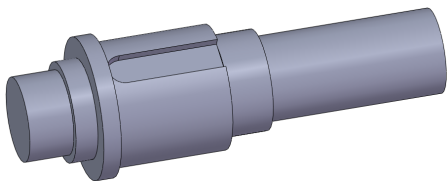

图 8-27 解压缩零件特征
(3) 执行操作后, 即可解压缩零件特征, 效果如图 8-27 所示。